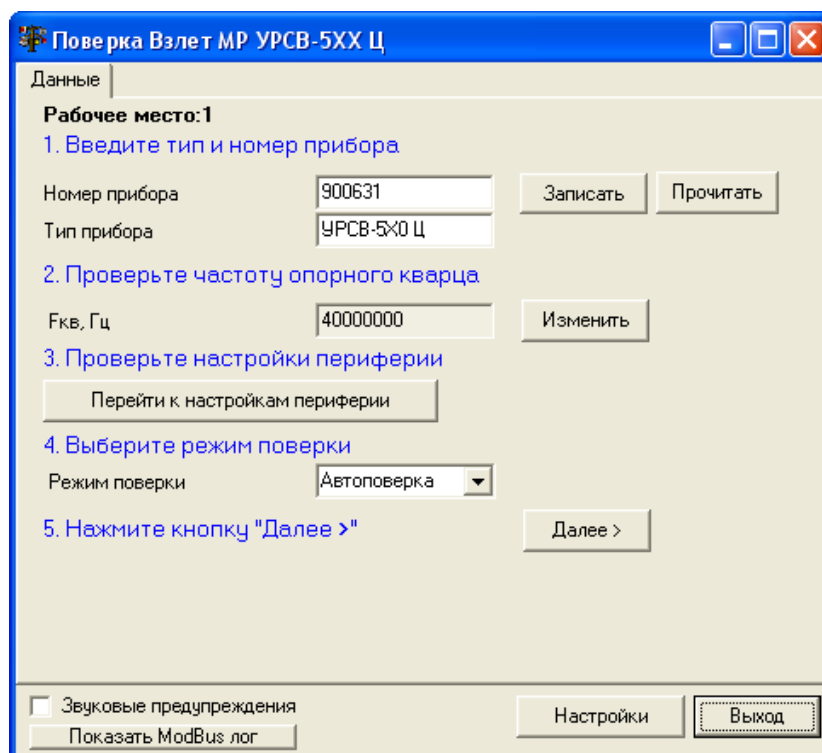

Рис. 25. Окно программы «Данные».
- 2.6.4. Нажмите кнопку **Далее**. Окно программы примет вид, показанный на рис.25.
Нажмите кнопку **Прочитать настройки**. После успешного завершения чтения нажмите кнопку **Ок**. Допускается ручная установка настроек. Для этого необходимо отметить параметры в окне **Тип дополнительного слота 1** и **Тип дополнительного слота 2**. Далее нажать кнопки **Записать** и кнопку **Ок**. На мониторе появится вкладка (рис.25) и нажмите кнопку **Далее**.